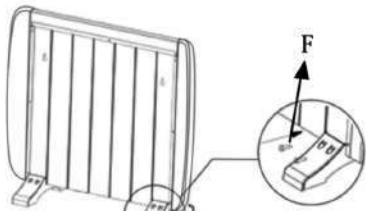

Figure 12
1. Vissez les deux pieds à l'arrière inférieur du radiateur avec les quatre vis fournies (F), 2 vis par pied. (Figure 12).